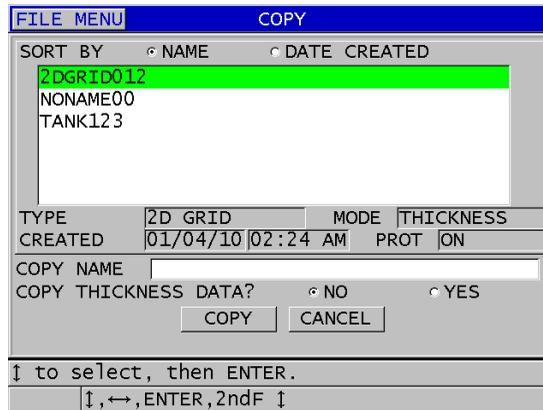

Abbildung 11-17 Kopieren einer Datei
3. Verfahren Sie im Fenster **KOPIEREN** (siehe Abbildung 11-17 auf Seite 210) wie folgt: